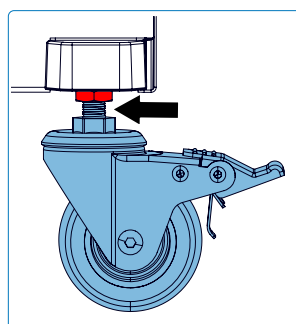
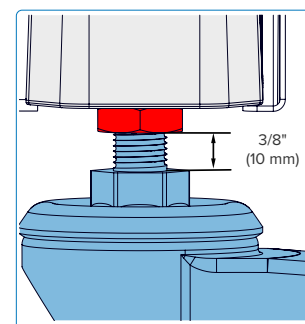

Fig. 23
Fig. 24
5. Una vez alcanzada la altura deseada, apriete la tuerca de retención contra la base del aparato para fijar la rueda en su nueva posición. No exceda 3/8 pulg. (10 mm) de ajuste (**Fig.23 y Fig.24**). Repita este procedimiento en las ruedas restantes hasta que la parrilla esté nivelada y completamente apoyada en cada una de sus esquinas.